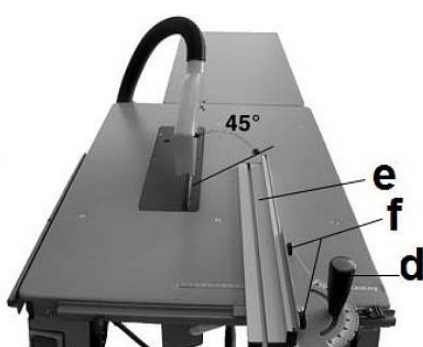

Fig. 10: De aanslag monteren
- Afbeelding 10: Gebruik 2 schroeven, 2 onderleggringen en 2 vleugelmoeren (f) om het aluminium profiel (e) aan de behuizing van de langsaanslag te bevestigen.